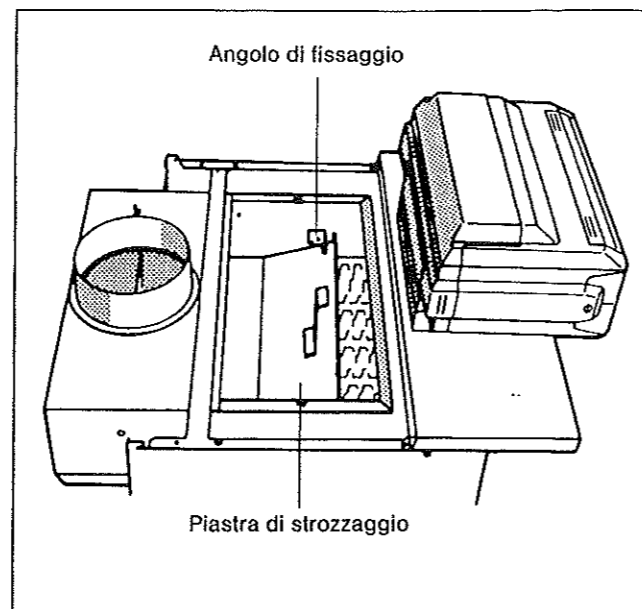

Fig. 24: Piastra di strozzamento
- Se in dotazione, togliere la piastra di strozzamento (Fig. 24).
- Rimontare la piastra di strozzaggio, se in dotazione. Fare attenzione che le fessure della piastra incastrino negli angoli di fissaggio (Fig. 24).